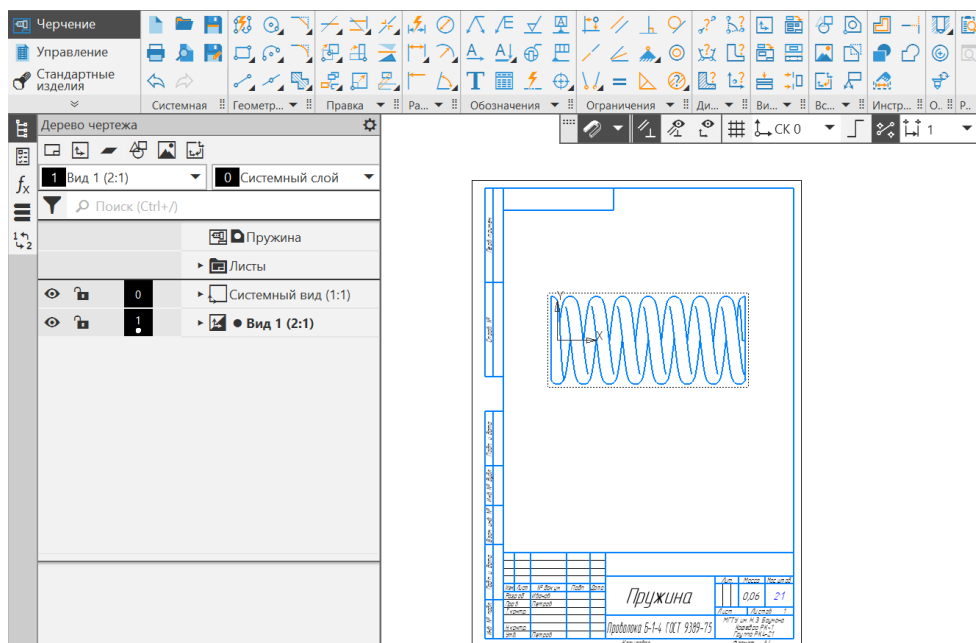

Рис. 7 Результат команды «Создать чертеж по модели»
- Трехмерное моделирование – Чертеж – Создать чертеж по модели (рис. 7).